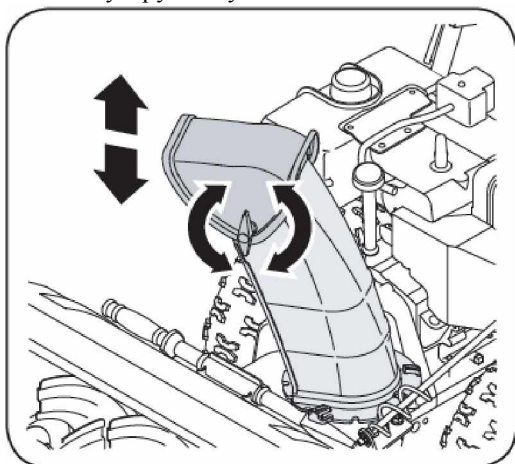

Рис. 15-2.
2. Поверните верхнюю часть желоба вверх или вниз и затяните зажимную рукоятку. См. Рис. 15-2.